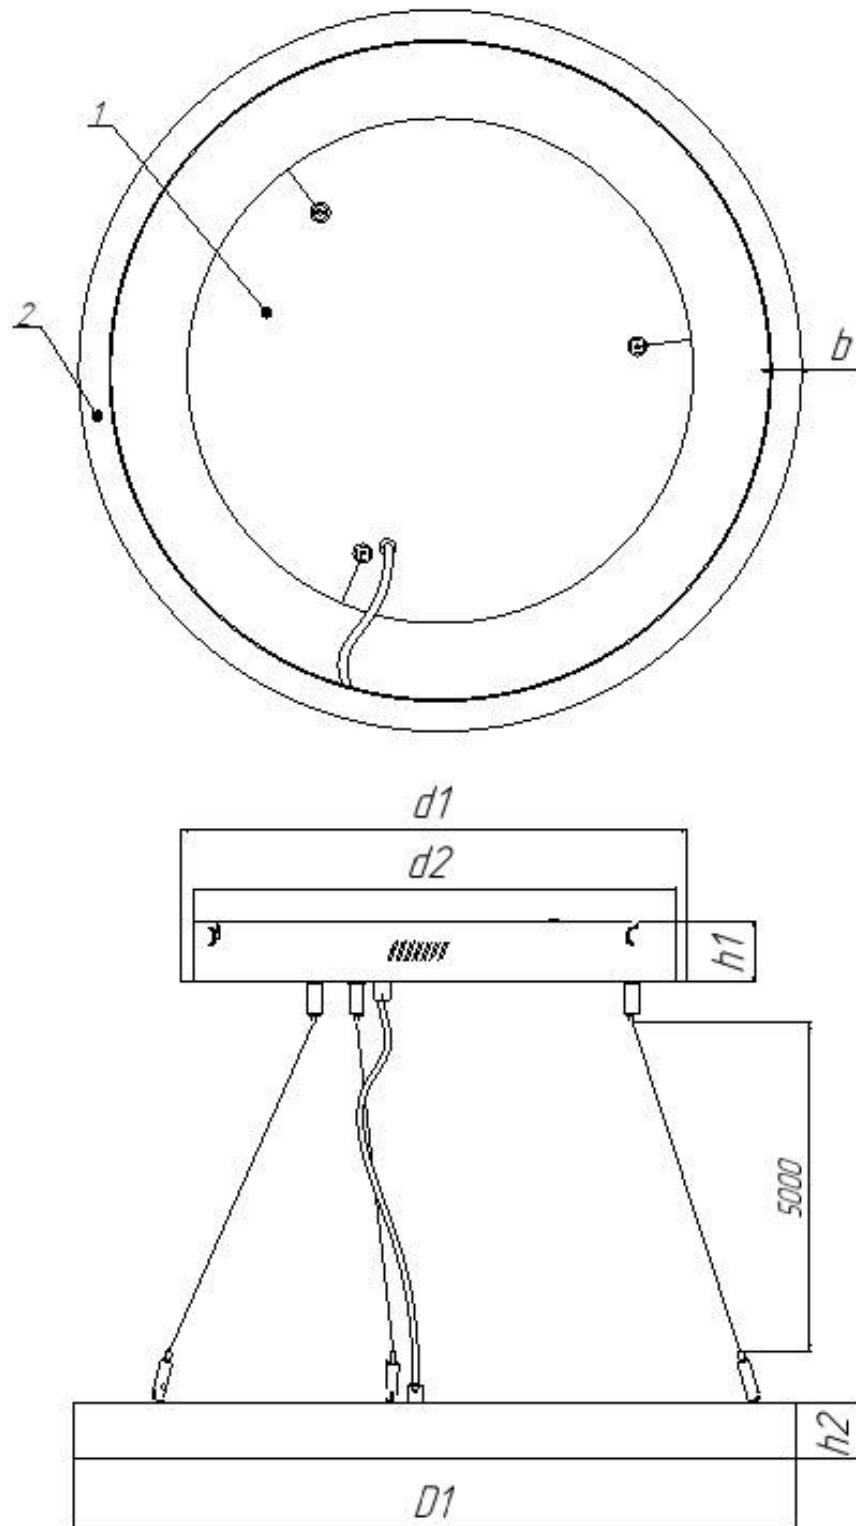

Рисунок 1 - Общий вид светильников серии ДСО315 Galactic 940
3.1 Общий вид светильников приведен в приложении А (рисунок 1).